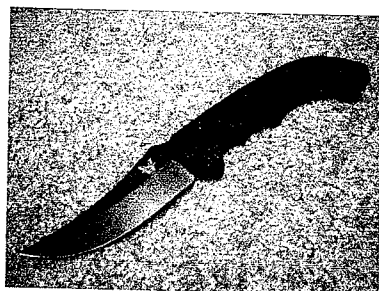

Рис. 4. Складной нож
- **Складной нож** — разновидность ножа, клинок которого убирается в рукоять. Складные ножи удобны в городских условиях из-за малых габаритов. В складных ножах для фиксации клинка в открытом состоянии могут использоваться *ножевые замки*. [1.] (Прил. 1, рис.4)